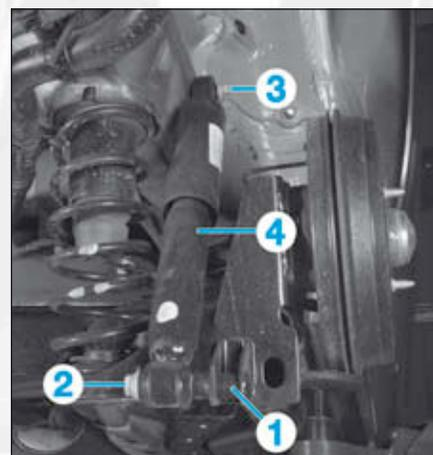

FIG.23
- Installer un vérin d'organe sous le bras du train arrière en (1) (Fig.23).